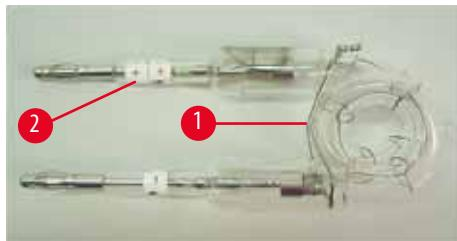
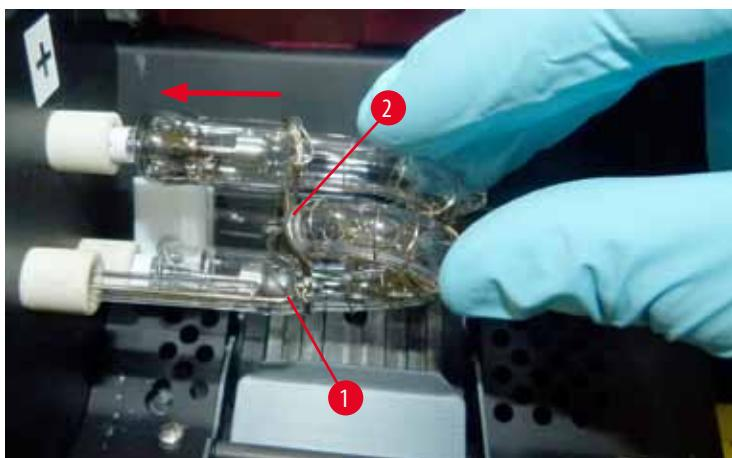

Рис. 18
Рис. 20
- Вставьте новую лампу-вспышку (→ "Рис. 18") в патрон (→ "Рис. 17-3"), а затем осторожно вдавите ее внутрь до упора (→ "Рис. 20") (отметка полярности (+) больше не должна быть видна). При необходимости осторожно поддвигайте лампу-вспышку вверх и вниз.